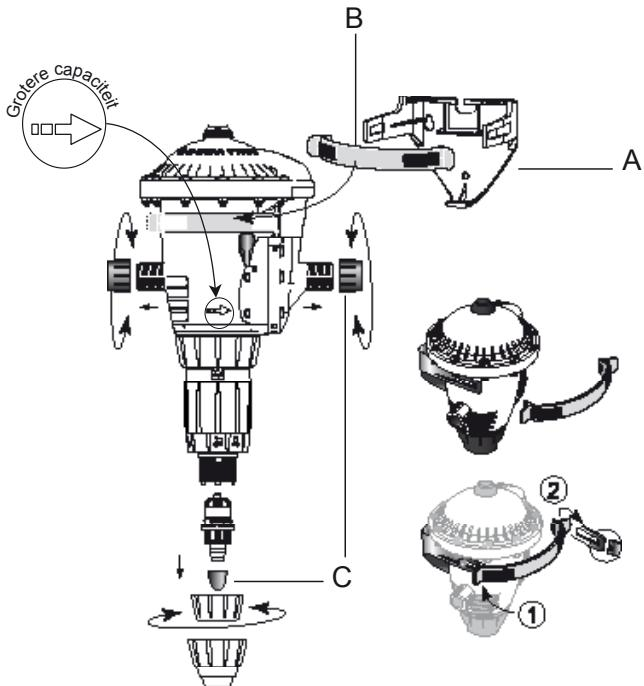

Fig. 1
- Een bevestigingssteun (**Fig. 1-A**) en plastic klem (**Fig. 1-B**),
Bevestig de DOSATRON in de steun door de nokjes (**Fig. 1-C**) op de plastic klem in de gaten van de steun te klikken.